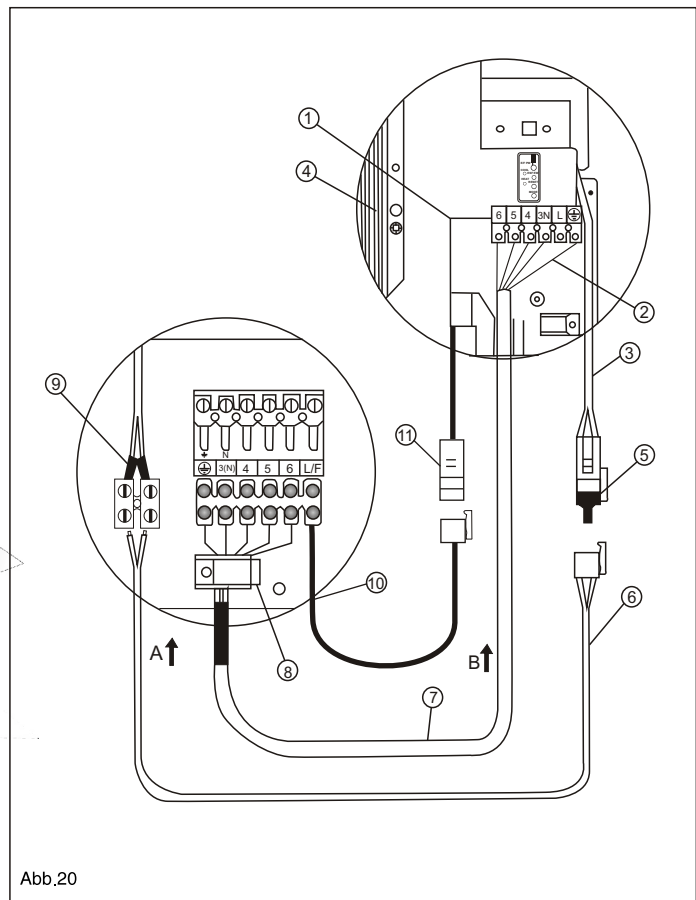

Abb.20
3. Verbinden Sie die Kabelenden mit den Anschlußklemmen der Inneneinheit und der Außeneinheit wie in Abb.20.